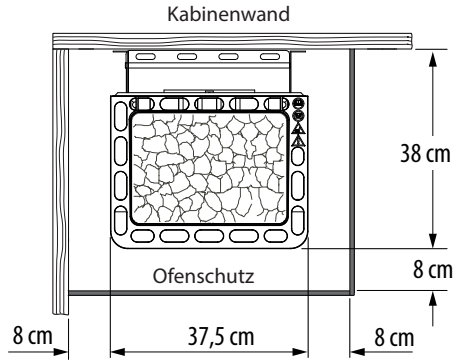

Abb. 2
- Bei der Montage des Heizgerätes ist darauf zu achten, dass der Abstand zwischen Oberkante Ofen und Kabinendecke mind. **90 cm** und der horizontale (seitliche) Abstand zwischen Ofen und Kabinenwand mindestens **8 cm** beträgt (Abb. 2).